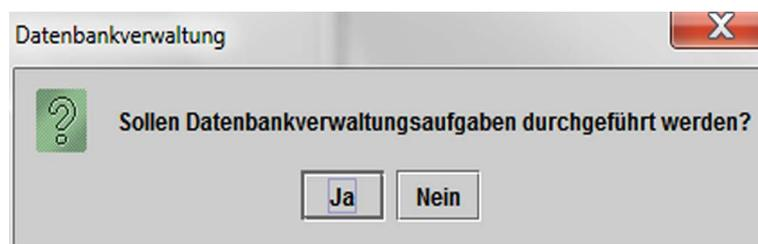

Abbildung 5-72. Dialogfeld „Datenbankverwaltung“
Der Administrator des GeneXpert Dx Systems legt fest, ob Sie die erforderlichen Berechtigungen für Datenverwaltungsaufgaben haben. Siehe Abschnitt 2.13, Definieren von Benutzern und Berechtigungen. Zur Anpassung von Rechten nach Ihrem Bedarf wenden Sie sich bitte an Ihren Administrator für das GeneXpert Dx System. Wenn die **Erinnerungen an Datenbankverwaltung** aktiviert sind, wird der Benutzer beim Start gefragt, ob er Aufgaben im Bereich der Datenbankverwaltung durchführen möchte. Die Aufforderung erscheint nur für Benutzer mit den entsprechenden Berechtigungen. Wenn der Benutzer nicht über diese Berechtigungen verfügt oder die **Erinnerungen an Datenbankverwaltung** deaktiviert sind, wird die Aufforderung übersprungen. Siehe Abbildung 5-72.
8. **Falls Sie keine Aufgaben im Bereich der Datenbankverwaltung ausführen möchten**, klicken Sie im Dialogfeld „Datenbankverwaltung“ auf **Nein** (siehe Abbildung 5-72) und fahren Sie mit Abschnitt 5.2.3.2, Erinnerung an überfällige Archivierung, fort.
Wenn Sie Aufgaben im Bereich der Datenbankverwaltung durchführen möchten, klicken Sie im Dialogfeld „Datenbankverwaltung“ auf **Ja** (vgl. Abbildung 5-72). Daraufhin erscheint das Fenster „Datenbankverwaltung“. Siehe Abbildung 5-73.